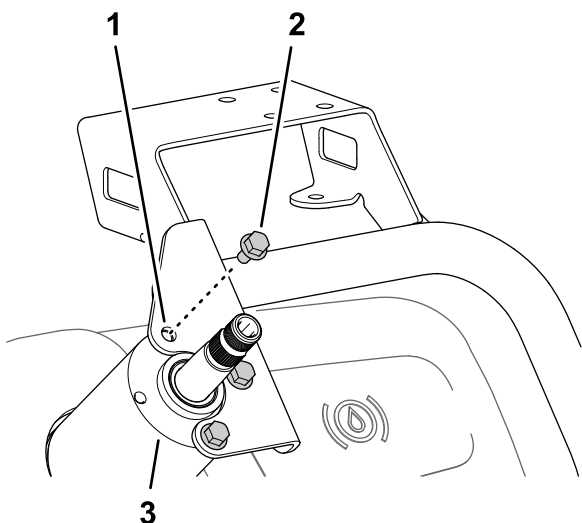

図 161
2. モニタマウントをステアリングバルブのハウジングに取り付ける図 161 フランジヘッドボルト 6 x 12mm 3本を使用する。